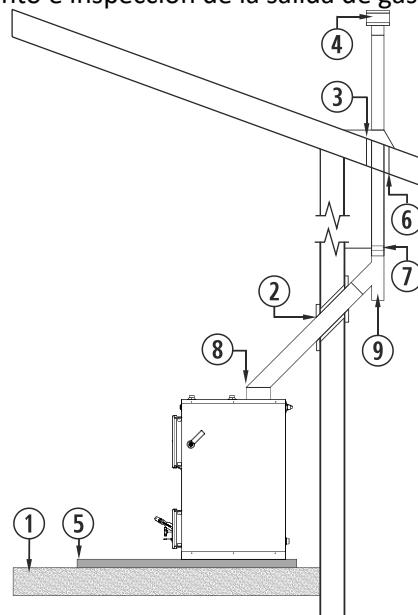

Figura 6
- Al instalar la salida de gases sobre una chimenea de obra, se recomienda emplear tubería metálica a través de ésta, para evitar fisuras, rugosidades, variaciones de sección, etc. En una chimenea ya existente, ésta se deberá limpiar completamente antes de realizar la instalación. El tubo, deberá sobrepasar la altura de la chimenea de obra y sobre salir unos centímetros en su parte superior. En el remate de la chimenea, se deberá colocar una placa de estanqueidad y un cubreaguas, como se muestra en la figura 6. En algunos casos, la geometría de la chimenea de obra existente, imposibilita el uso de tubería rígida, en estos casos excepcionales, la normativa permite el uso de conductos flexibles, que serán de superficie lisa para evitar las pérdidas de presión por rozamiento y evitando cambiar de dirección en ángulos superiores a 45°.